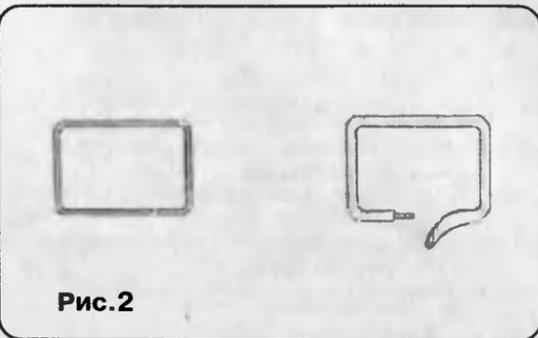

Рис. 2
5. Изгибаем кусок проволоки нужного вам размера для пояса (рис. 2).
7. Из шпильки для волос делают шпенек, который закрепляют на пряжке (рис. 2).